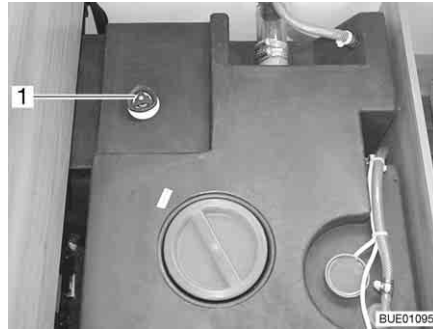

Fig. 170 Réservoir d'eau avec poignée tournante
- Faire tourner à fond dans le sens des aiguilles d'une montre la poignée tournante (Fig. 170,1) située sur le réservoir d'eau.
- Faire tourner la poignée tournante (Fig. 170,1) située sur le réservoir d'eau dans le sens inverse des aiguilles d'une montre jusqu'à ressentir une résistance. L'eau s'écoule, 60 litres restent.